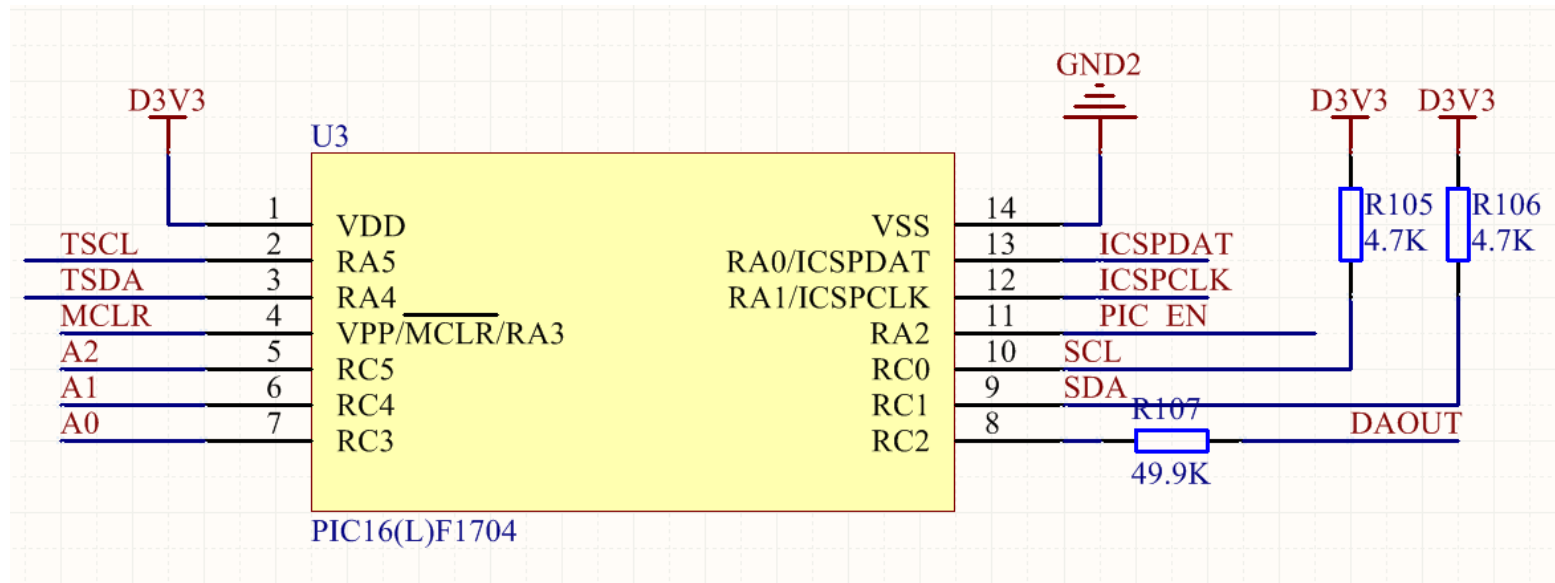
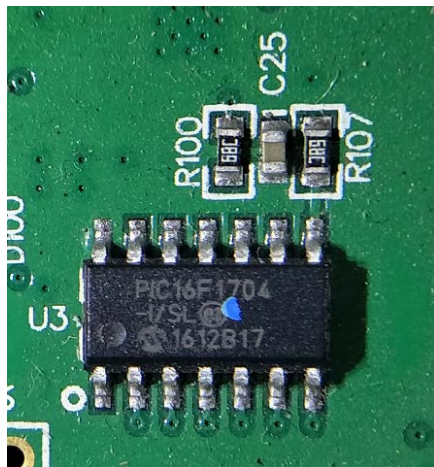

图 13、PIC 原理图
图 14、PIC 电路
5、DC-PIC：由 PIC16(L)F1704 组成。如图 13、图 14 所示 储存着运算板芯片频率信息与电压值的器件，通过它也可控制运算板的 DC-DC 输出电压。